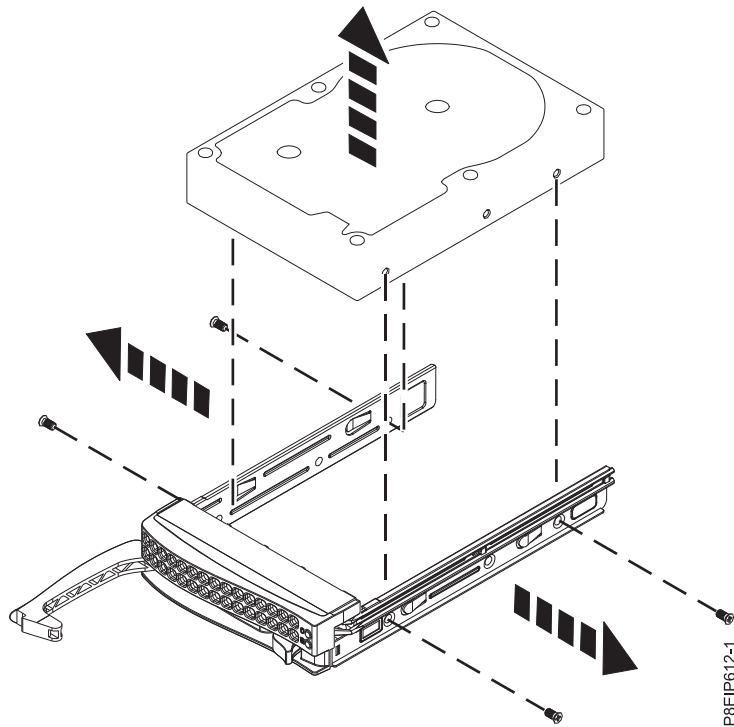

図 2. ドライブ・トレイから 3.5 型ディスク・ドライブを取り外す
7. ドライブ・トレイからディスク・ドライブを取り外します。 4 本のねじ (各側面に 2 本) を取り外して、ドライブ・トレイの側面からディスク・ドライブを外します (5 ページの図 2 を参照)。